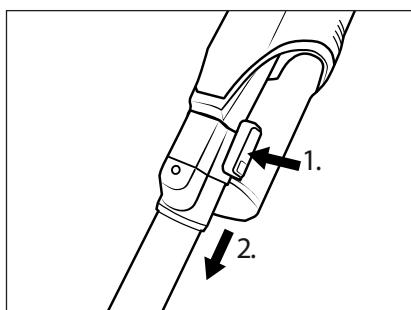

Fig. 11
- ◆ Per rimuovere il tubo di aspirazione ⑬ dall'apparecchio, tenere premuto il tasto di sblocco del tubo di aspirazione ⑭ e sfilare il tubo di aspirazione ⑬ dall'apertura di aspirazione dell'apparecchio (vedere fig. 11).